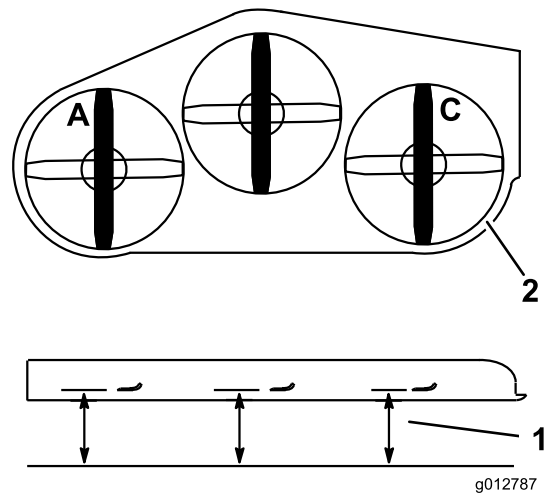

Figure 83
- Tournez la lame gauche dans le sens longitudinal (Figure 83).
- Mesurez et notez la distance au point **A** entre la surface plane et le tranchant de la pointe de la lame gauche (Figure 83).
- Tournez la lame droite dans le sens longitudinal (Figure 83).
- Mesurez et notez la distance au point **C** entre la surface plane et le tranchant de la pointe de la lame droite (Figure 83).
2. Tournez la lame gauche dans le sens longitudinal (Figure 83).
3. Mesurez et notez la distance au point **A** entre la surface plane et le tranchant de la pointe de la lame gauche (Figure 83).
4. Tournez la lame droite dans le sens longitudinal (Figure 83).
5. Mesurez et notez la distance au point **C** entre la surface plane et le tranchant de la pointe de la lame droite (Figure 83).